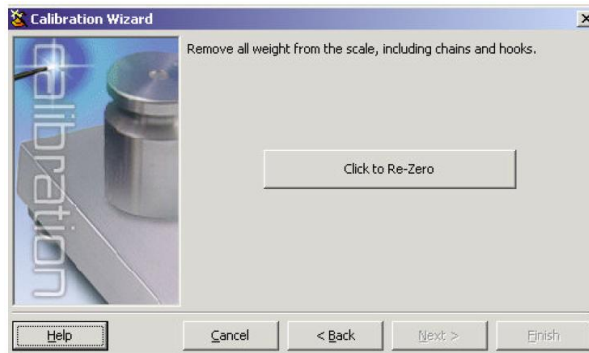

图:4-8. iRev 4 去除偏置界面
- 如果步骤 3 选勾了“吊钩或链子”选项，去除偏置界面出现(见图 4-8)。从秤上移除所有重量(包括链子或吊钩)，点击“Click to Re-Zero”，校准零点偏置。